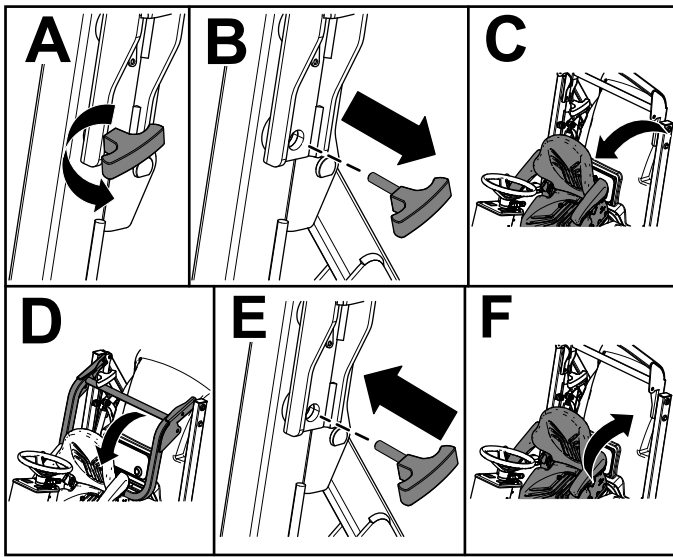

Figura 15
4. Inclíne el asiento hacia adelante (Figura 15).
5. Retire los pasadores de la barra antivuelco (Figura 15).
6. Baje la barra antivuelco y sujétela con los pasadores (Figura 15).
7. Inclíne la parte trasera del asiento hasta la posición de bloqueo (Figura 15).